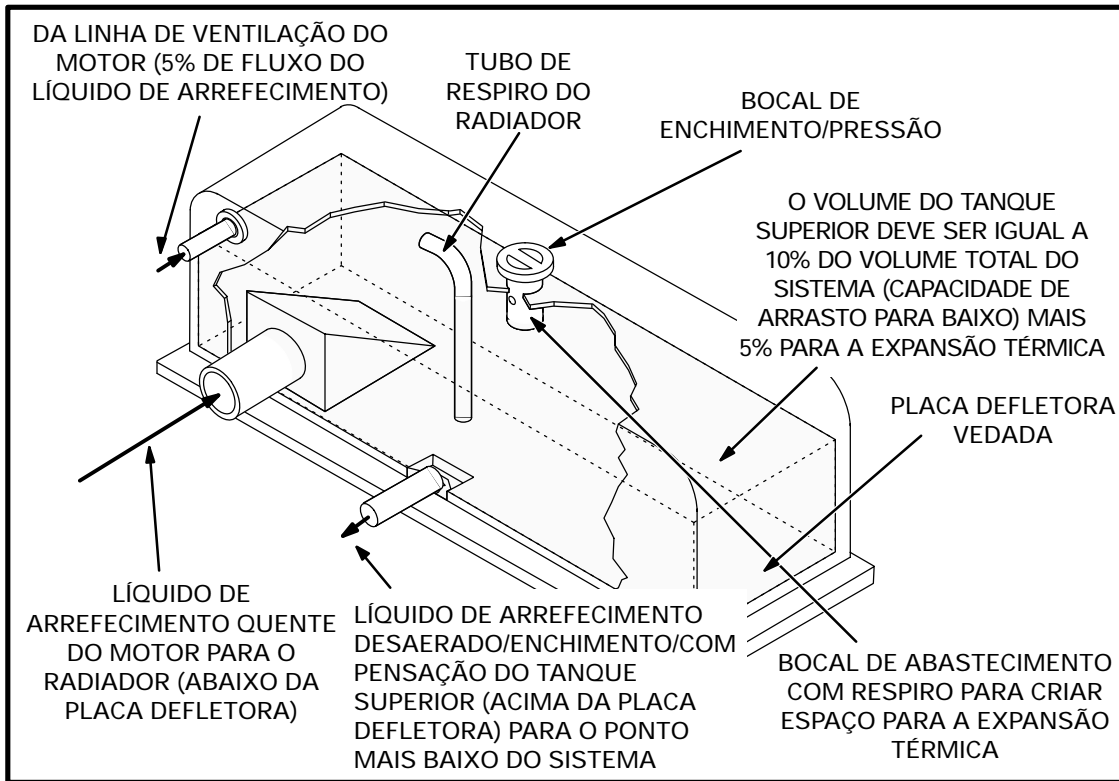

Figura 6-14: Tipo de Desaeração do Tanque Superior do Radiador
- O sistema de arrefecimento deve incluir provisões de desaeração e ventilação para evitar o aprisionamento do ar arrastado para o motor devido à turbulência do fluxo do líquido de arrefecimento, e para permitir o abastecimento correto do sistema de arrefecimento do motor. Isto significa que além das conexões principais de entrada e saída do líquido de arrefecimento, deve haver também pelo menos um conjunto de linhas de ventilação terminadas na parte superior do sistema de arrefecimento. Consulte as recomendações do fabricante do motor para os requisitos detalhados⁸ do motor específico utilizado. Veja na **Figura 6-14** a representação esquemática das linhas de arrefecimento e de ventilação em um motor típico.
Se a coluna de fricção for excedida, porém não a de estática, poderá ser utilizado um sistema de radiador remoto com uma bomba auxiliar do líquido de arrefecimento. Veja a **Figura 6-14** e consulte Radiador Remoto com Bomba Auxiliar do Líquido de Arrefecimento, nesta seção.
- A capacidade do tanque superior do radiador (ou do tanque auxiliar) deve ser equivalente a pelo menos 17% do volume total do líquido de arrefecimento do sistema para fornecer uma "capacidade de perda" (11%) ao líquido de arrefecimento e espaço para a expansão térmica (6%). A capacidade de perda é o volume de líquido de arrefecimento que pode ser perdido por vazamentos não detectados e pelo alívio normal da tampa de pressão antes de o ar ser sugado para a bomba do líquido de arrefecimento. O espaço para expansão térmica é criado pelo bocal de abastecimento quando um sistema frio é abastecido. Veja a **Figura 6-14**.